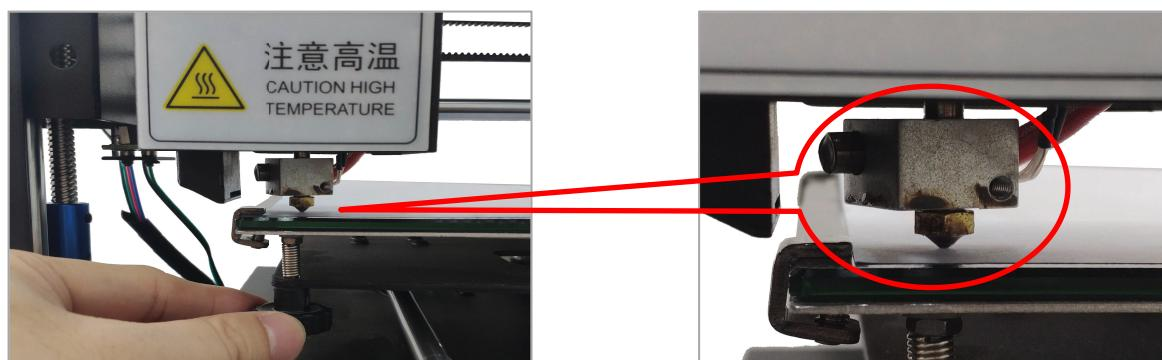

図 9
Step 4. プリントベッド下に付いている高さ調整ネジを調整します。（図9のようにネジを時計回りに緩めると、プラットフォームが上昇します。ネジを反時計回りに緩めると、プラットフォームを下げます。ヒートベッドとノズルの間の距離を紙の厚みと同じくらいにしてください。（0.1～0.2mm）紙を抜き取るときに、紙は動くが少し抵抗を感じるくらいがベストな状態です。他のところにも同じように調整します。